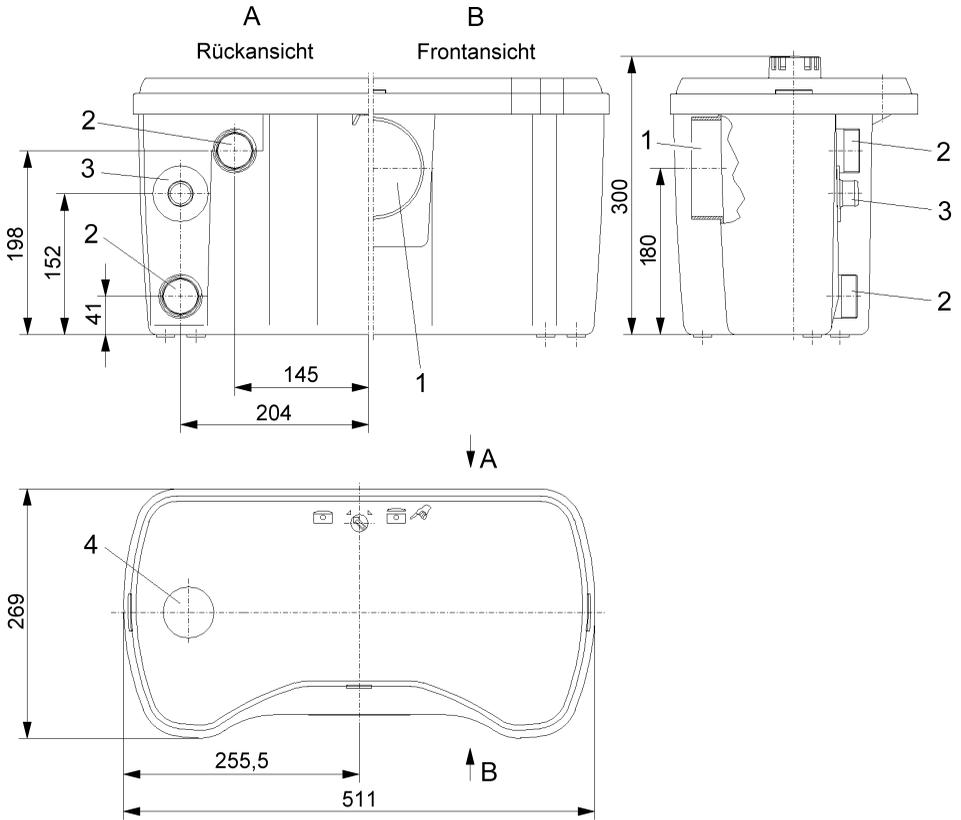
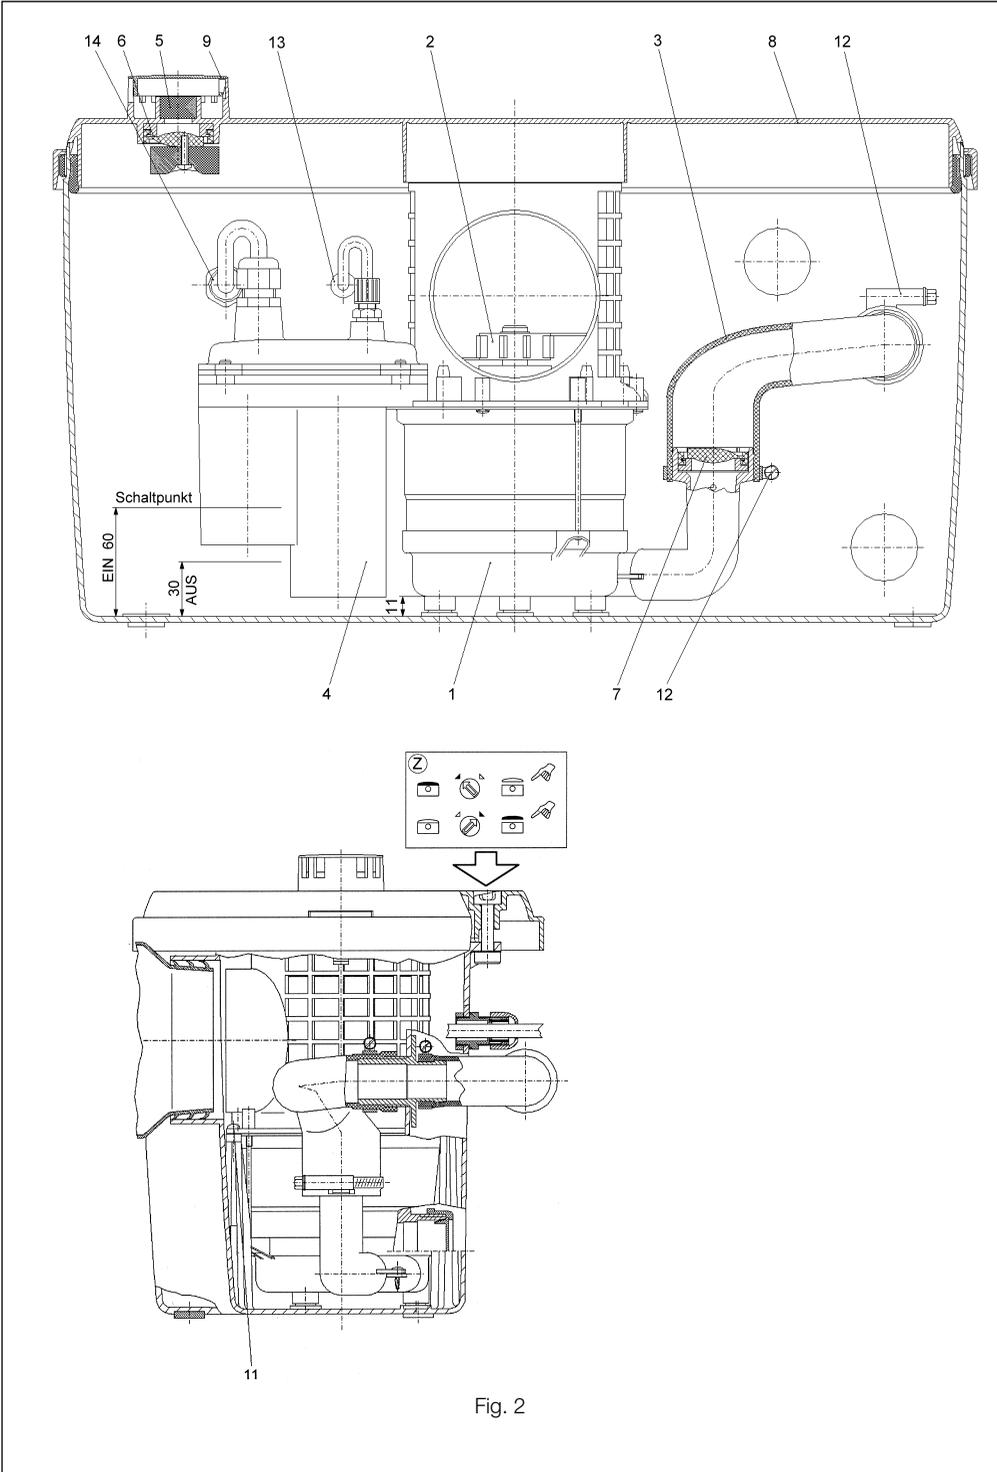

Fig. 1
Fig. 2
фекальная установка (рис.1) состоит из газо- и водонепроницаемой сборной емкости, изготовленной из искусственного материала, которая устанавливается непосредственно за стоящим на полу унитазом с горизонтальным отводом (стандарт DIN EN 37). Уплотнение входного патрубка (рис.1, поз.1) осуществляется с помощью самоуплотняющейся манжеты.
Входы (рис.1, поз.2) для 2-х дополнительных приборов и напорный трубопровод (рис.1, поз.3) находятся на тыльной стороне емкости. Имеющееся позади установки свободное пространство упрощает разводку труб. Благодаря этому подводы и напорную магистраль можно подключать с обеих сторон. Встроенный в емкость насос (рис.2, поз.1) снабжен расположенным сверху и легко доступным измельчителем (рис.2, поз.2). Фекалии измельчаются до такой степени, чтобы наверняка проходили через насос и напорную магистраль (рис.2, поз.3). Обмотка двигателя снабжена устройством защиты от перегрузки, которое автоматически отключает двигатель при перегрузке и автоматически вновь включает его после охлаждения.
Встроенное реле давления (рис.2, поз.4) включает и выключает установку в зависимости от уровня воды в емкости.
Вентиляция установки осуществляется через встроенный фильтр из активированного угля (рис.2, поз.5) непосредственно во внутрь помещения или через отдельную вентиляционную трубу, выведенную выше крыши. Для предотвращения перелива из сборной емкости через фильтр в случае выхода из строя насоса и поднятия уровня жидкости встроены обратный клапан (рис.2, поз.6). Напорный трубопровод также содержит обратный клапан (рис.2, поз.7).
- Снять крышку (рис.2, поз.8) повернув поворотные штифты (рис.2, поз.2) при нажатии 3-х защелок (которые расположены по бокам и спереди).